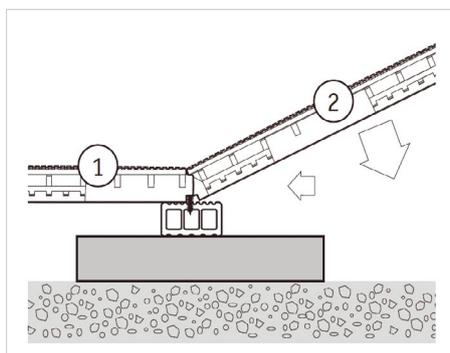
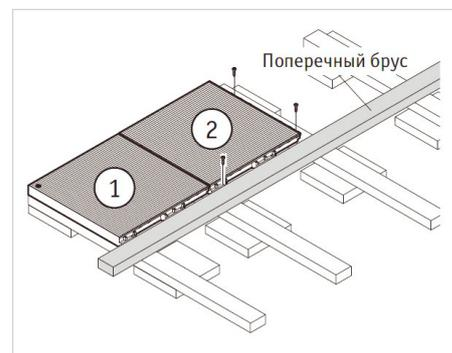

Рис.7 Укладка кассеты №2
Рис.8 Крепление кассеты №3
- Приставить кассету №2 под наклоном к кассете №1 (рис. 7), при этом сместить монтажные зажимы под край, отжать и снова привинтить в трёх точках замковых выступов. Разместить каждую последующую кассету (№3, №4, ..... и т.д.) аналогичным образом (рис. 8).